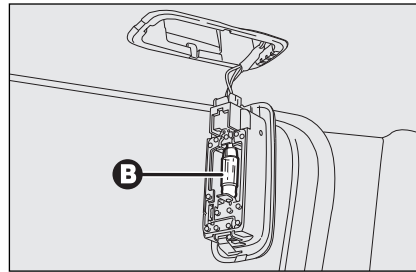

fig. 45
- vervang de lamp **B-fig. 45** door de contacten aan de zijkant los te maken; controleer of de nieuwe lamp goed vastzit tussen de contacten.